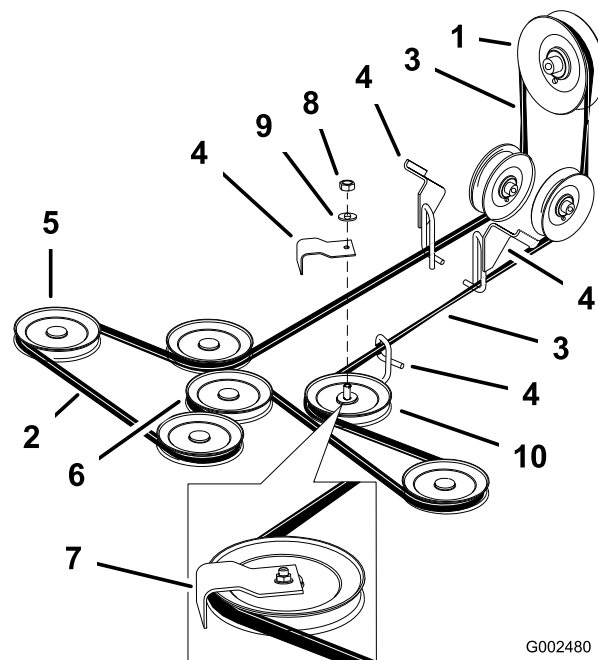

Figura 45
4. Afloje la tuerca que fija la chapa de la polea tensora y desplace la chapa para aliviar la tensión de la correa sobre la polea tensora (Figura 45).
6. Retire la correa del cortacésped de las guías de la correa y retire la correa (Figura 45).
7. Instale la nueva correa del cortacésped alrededor de las poleas de los ejes del cortacésped, la polea tensora, por las guías de la correa, el conjunto del brazo tensor trasero y el embrague (Figura 45).
Nota: Compruebe que la correa no está demasiado retorcida entre una polea y otra. Asegúrese de que no sobrepase lo especificado en Figura 45.
Importante: Compruebe que la correa no está demasiado retorcida entre una polea y otra. Asegúrese de que no sobrepase lo especificado en Figura 45.